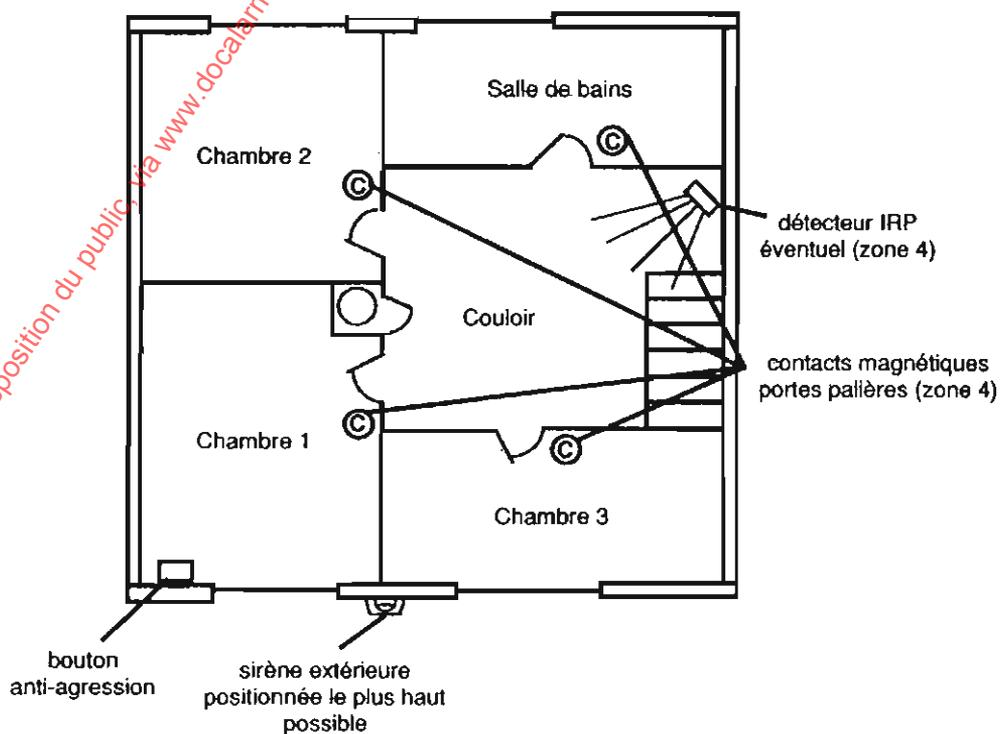

Fig.3 1er étage
- a) Le dessin de l'étage, figure 3, indique une méthode simple pour positionner les contacts magnétiques sur les portes du palier. Cela permet en cas d'intrusion par une fenêtre de déclencher l'alarme dès que le voleur tente de quitter la pièce dans laquelle il est entré. Un détecteur IRP peut cependant donner le même résultat si il est positionné sur le palier. Pénétrer dans le hall déclenchera une alarme sur la zone 4.